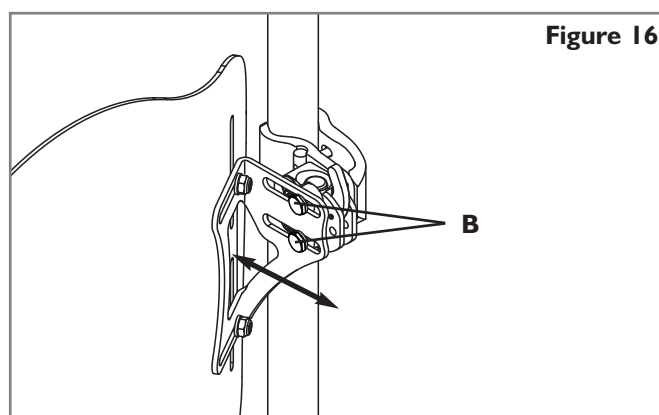

Figure 16
- Pour ajuster la profondeur et l'inclinaison du dossier J3, désérrez les boulons gauche et droit (Fig. 16-B) dans les fentes de la pince de fixation.
- Régalez la hauteur et/ou l'angle et serrez fermement. Les spécifications de couple de serrage sont de 11,3 - 12,4 Nm (100 - 110 in-lbs). Assurez-vous qu'aucun écrou de réglage en profondeur (Fig 16-B) ne glisse ou ne tourne à vide.